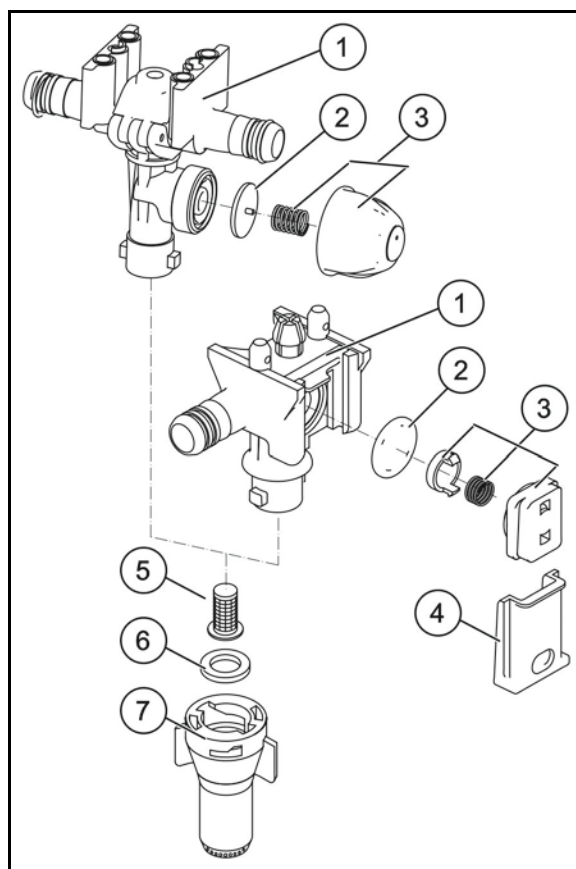

Рис. 175
- Очищайте линейный фильтр (Рис. 175/1) каждые 3–4 месяца в зависимости от условий эксплуатации.